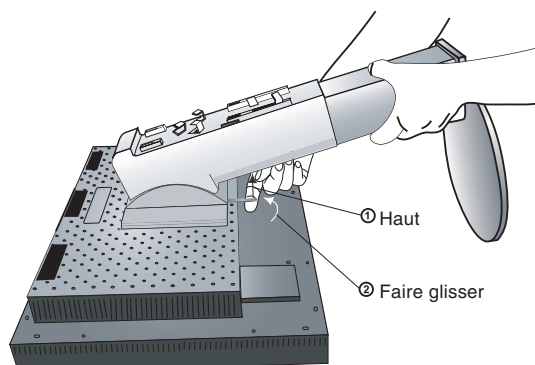

Figure S.2
5. Placez une main autour du socle et l'autre sur le levier à dégagement rapide. Déplacez le levier à dégagement rapide dans la direction indiquée par les flèches (**Figure S.2**).